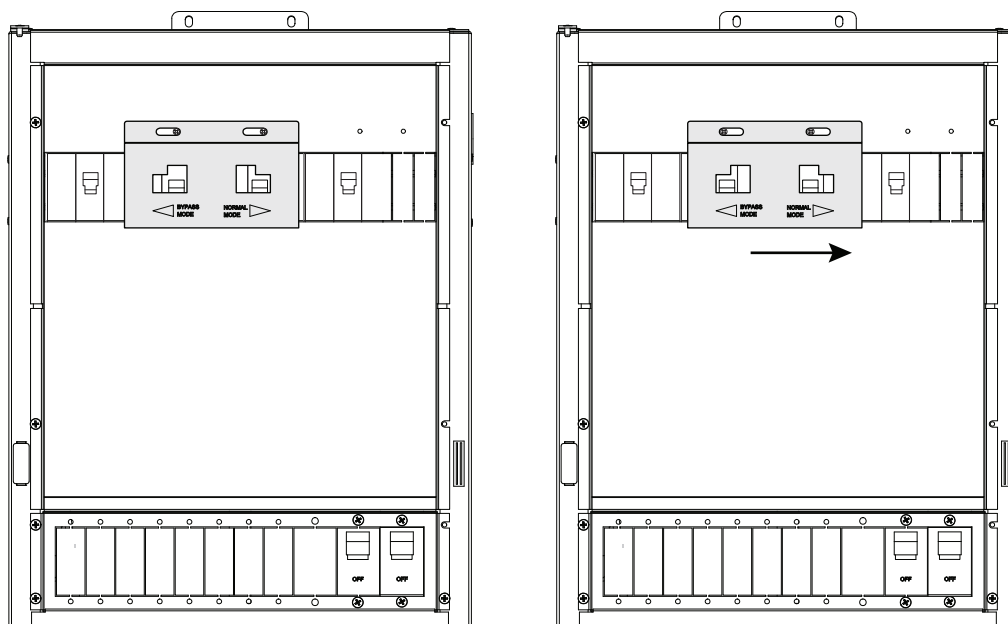

Figura 3-35 Instalação da placa de trava de desvio trifásica personalizada
2. Coloque a placa de trava de desvio sobre os disjuntores, conforme mostrado na Figura 3-35, e fixe-a no lugar com o elemento de fixação fornecido.
3. Para instalá-lo na posição Normal, deslize a placa de desvio para a direita, conforme mostrado na Figura 3-35.